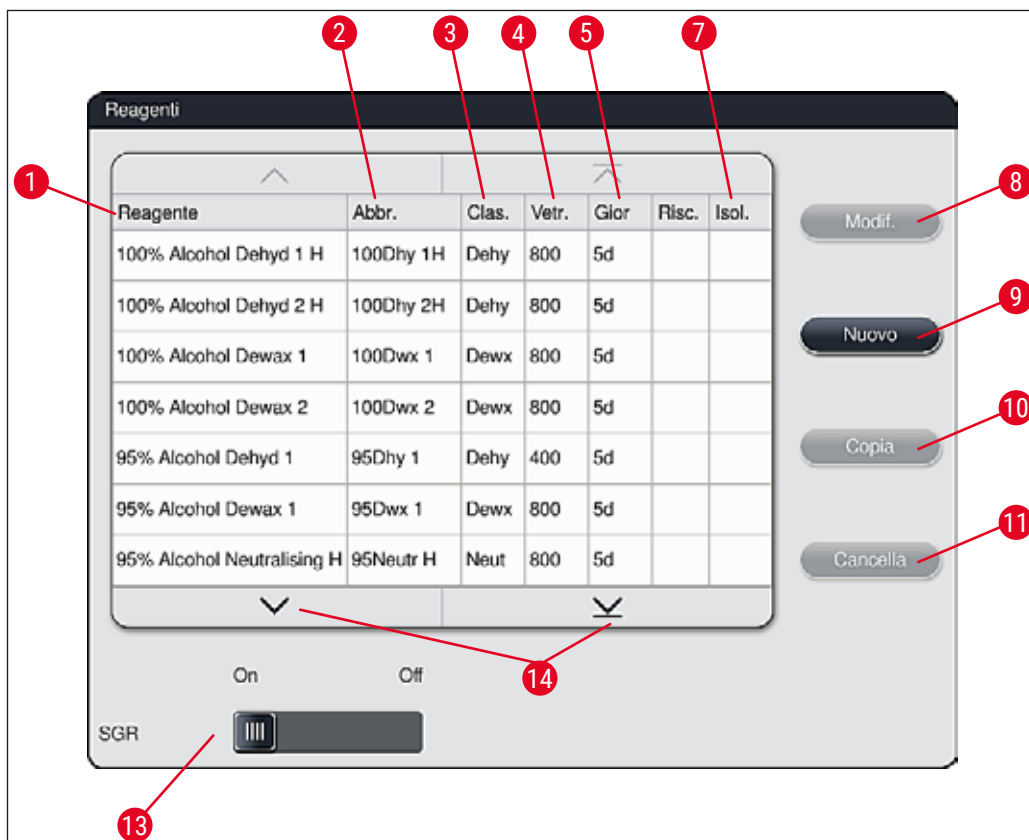

Fig. 36
- Nell'elenco reagenti (→ "Fig. 36") selezionare il reagente da copiare toccandolo e premere il pulsante **Copia** (→ "Fig. 36-10").
- Nell'elenco reagenti (→ "Fig. 36") selezionare il reagente da modificare toccandolo e premere il pulsante **Modifica** (→ "Fig. 36-8").